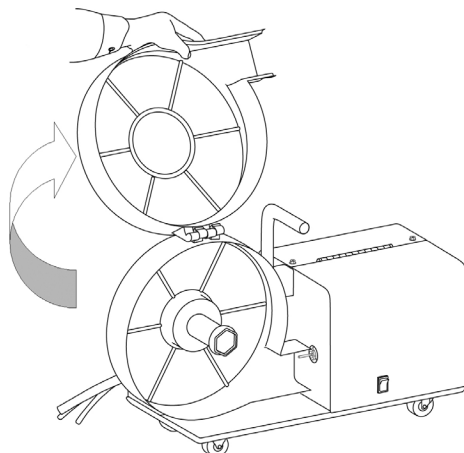

Рис. 8.8. Открытие дверцы защитного кожуха.
- Откройте защитный кожух сварочной проволоки (См. рис. 8.8).